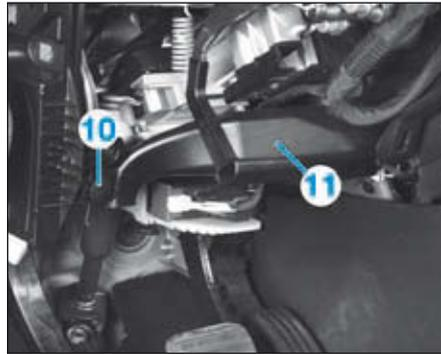

FIG.12
- l'agrafe (10) du conduit d'air (Fig.12),
- le conduit d'air (11),